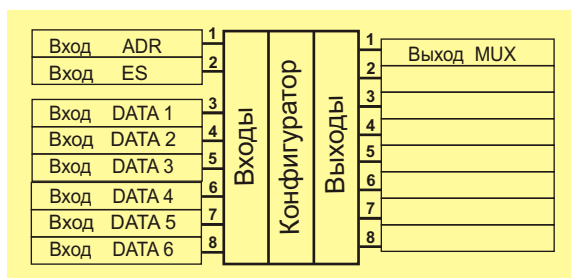

Рис. 88. Блок "Коммутатор", тип "MUX1-6 "
Блок **Коммутатор**, тип **"MUX1-6 "**, является одноэлементным. Блок состоит из 8-ми входов и 1-го выхода (Рис. 88). Первый вход (ADR) указывает адрес (номер) коммутируемого входа. Второй вход (ES) - "выбор элемента". Когда на нем присутствует логический 0, то дается разрешение на коммутацию. Если вход ES = 1, то выход MUX = 0. Работа блока в случае, когда ES = 0, описывается так: